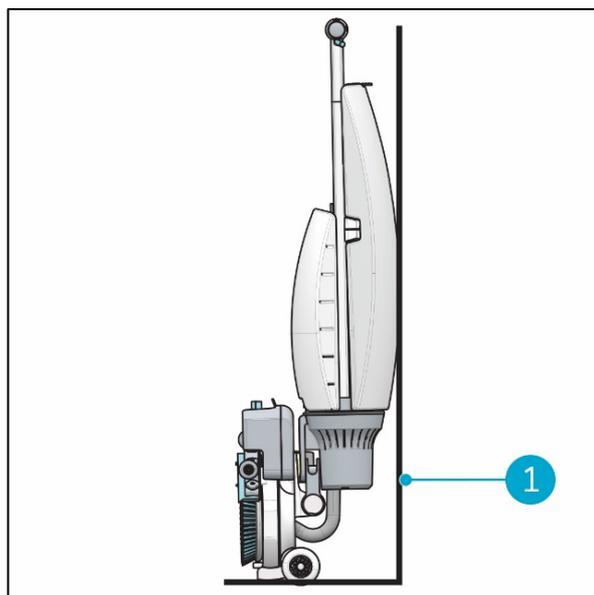

Figure 24
3. Rangez l'i-mop Lite près d'un mur (Figure 24, pos 1) avec la poignée dirigée vers le mur et les brosses orientées loin du mur.